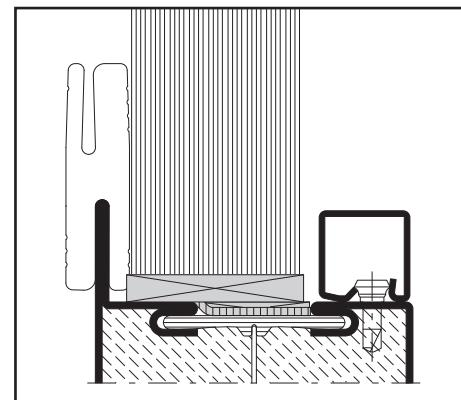

Abb. 24 / Fig. 24 / Fig. 24
- Glaselement einsetzen, ausrichten und verklotzen. Alle Glasleisten aufklipsen (Abb. 24).
- Mettre en place le vitrage, le positionner et le caler. Clipper toutes les parcloses (fig. 24)
- Insert the glazing element, align correctly and insert pads. Clip on all glazing beads (fig. 24)